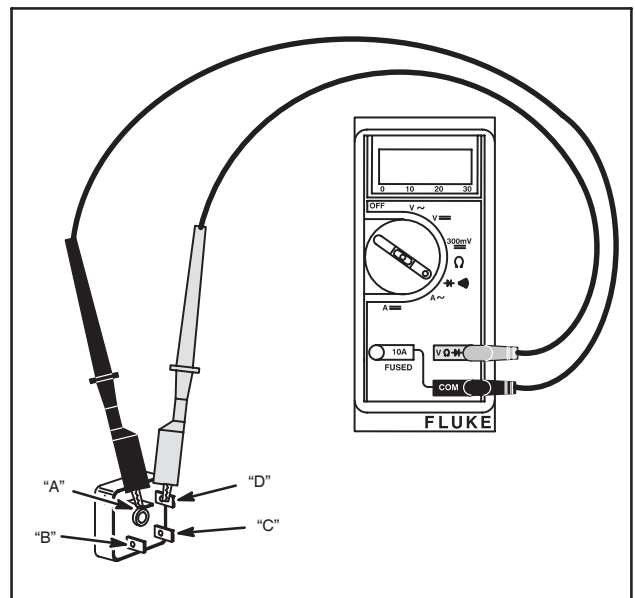

Fig. 24
4. Brancher le fil ROUGE et le fil NOIR du contrôleur aux bornes du pont de diodes comme indiqué Fig. 24 et TABLEAU NO. 8, Spécifications.